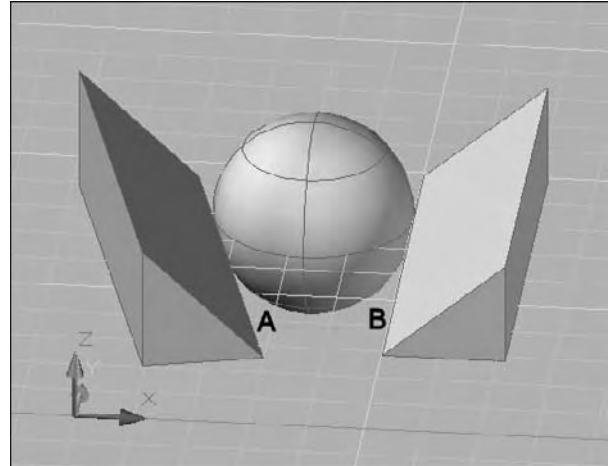

Fig.3.21
- 2 Pointez le premier point de tangence : A (fig.3.21).